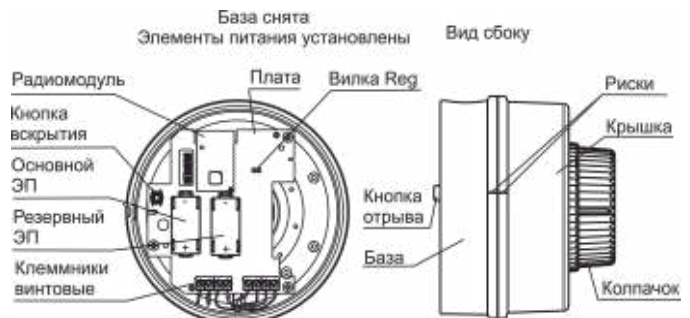

Рисунок 2
4.1 Конструктивно СЗО выполнен в виде блока со съемной крышкой, на которой крепится колпачок. Внутри блока смонтированы пьезоэлектрический излучатель звука и печатная плата с радиоэлементами и ЭП (рисунок 2).